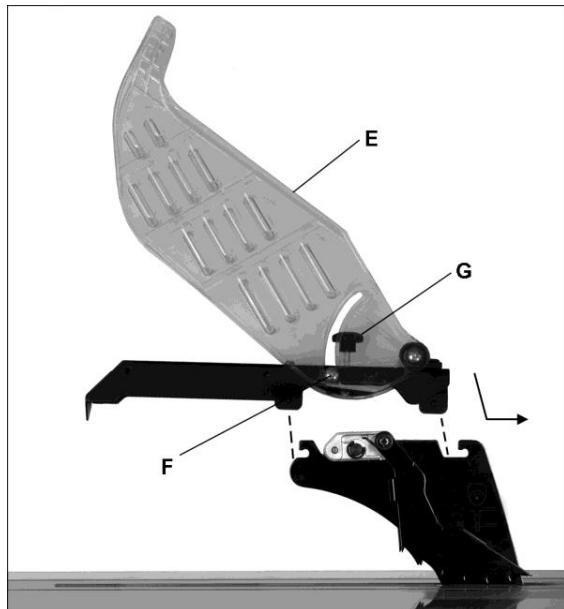

Рис. 5-12
См. Рис. 5-12.
1. Поднимите створки защитного кожуха пильного диска (E, Рис. 5-12) так, чтобы они удерживались на выступе (F).
3. Затяните ручку (G).
4. Опустите створки защитного кожуха (E), при этом они должны касаться стола.